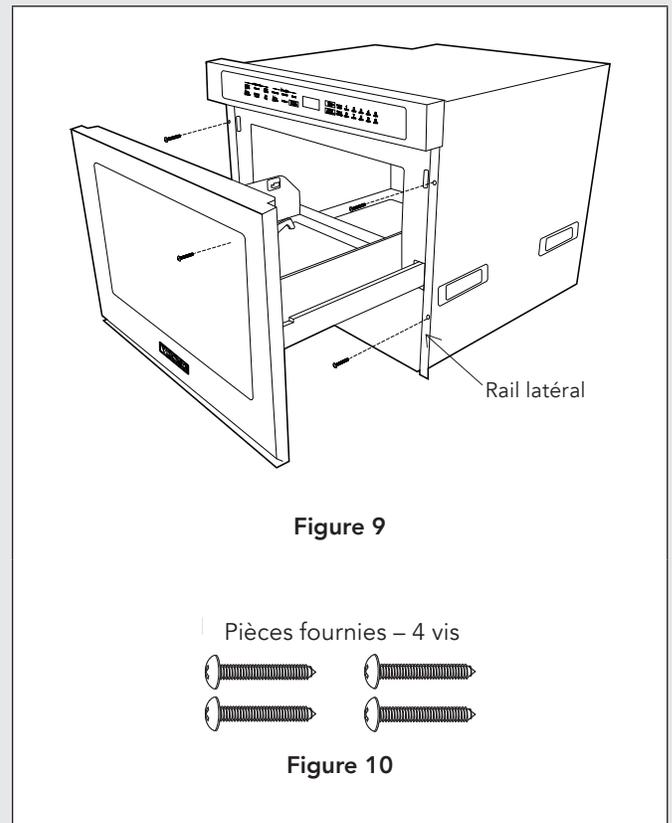

Figure 9
3. Glisser le tiroir four à Convection DrawerMicro complètement jusqu'à ce que la bride de montage soit à égalité avec la façade de l'armoire. Voir la Figure 9
4. Ouvrir le tiroir. En utilisant les 4 trous sur le four comme gabarit, pré-percer l'armoire avec une mèche de 1/16 po. Voir la Figure 9.